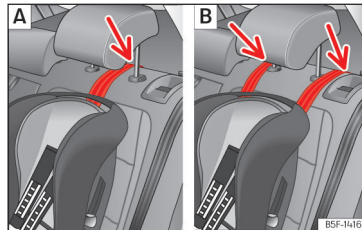

Abb. 38 Rücksitze: Einstellung und Einbau unter Verwendung des Top Tether-Gurts.
- Führen Sie den Gurt unter der Kopfstütze durch (in Abhängigkeit der Gebrauchsanweisungen des Kindersitzes ggf. Kopfstütze anheben oder entfernen) »» (Abb. 38).